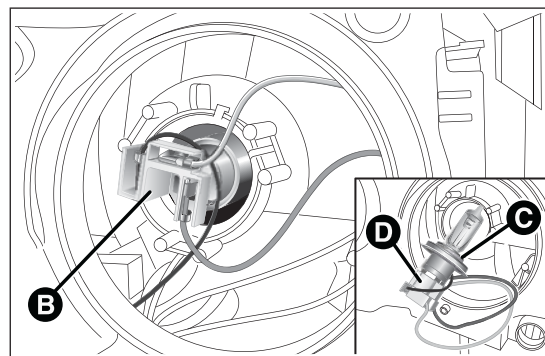

fig. 129
- ☐ empujar hacia abajo el grupo conector + portalámpara B fig. 129;